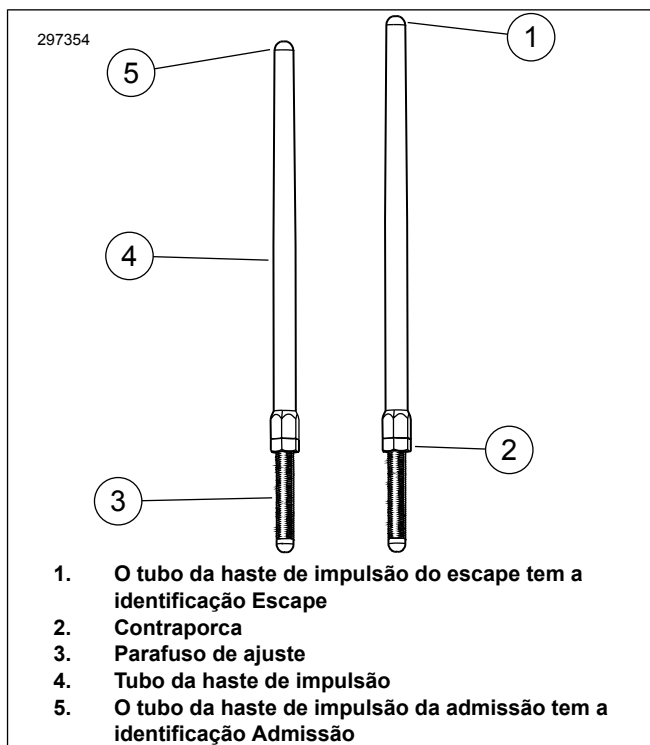

Figura 1. Haste de impulsão ajustável
6. Figura 1 Desaperte a contraporca em todas as hastes de impulsão e ajuste-as com o comprimento mais curto.